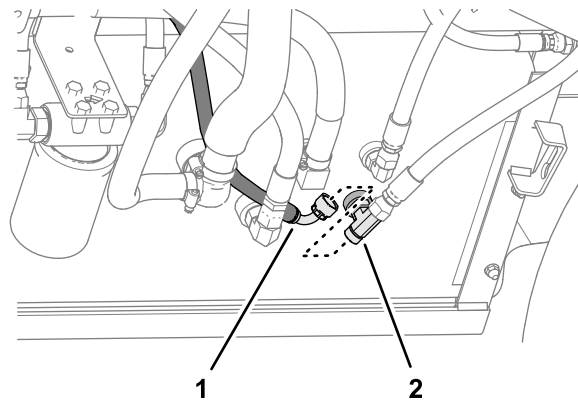

Figura 131
7. Monte el acoplamiento de 90° de la manguera de retorno del depósito de 6 × 2819 mm en el acoplamiento en T, y apriete el acoplamiento (Figura 131).